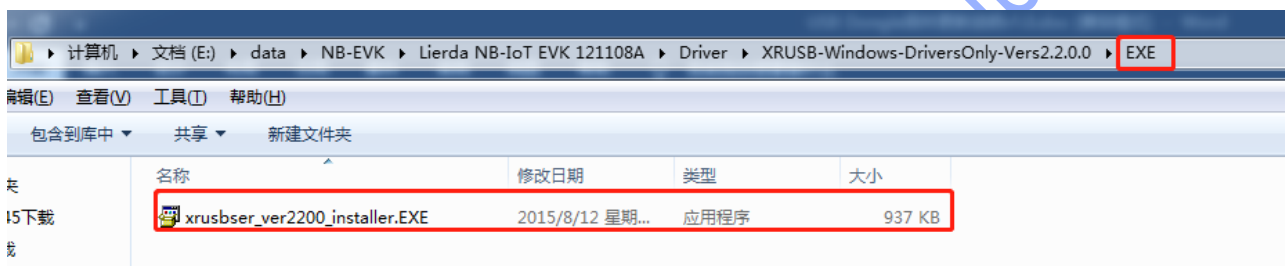

图 2-1 串口驱动文件路径
1、点击 xrusbser_ver2200_installer.EXE 文件进行安装如图 2-1.